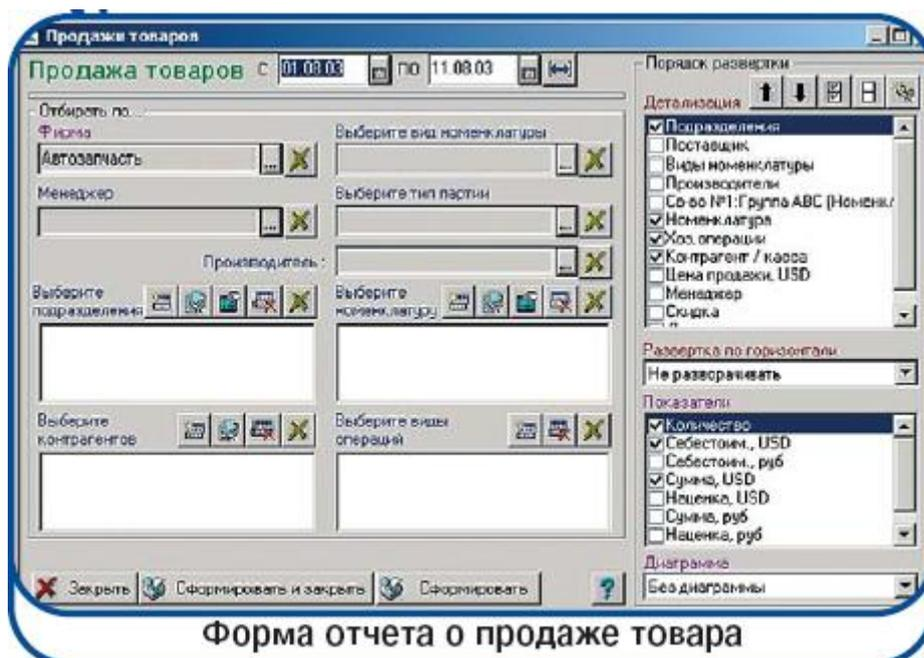

Рисунок 5.10 Форма отчета о продажах
6. Схемы торговли, см. рис. 5.10